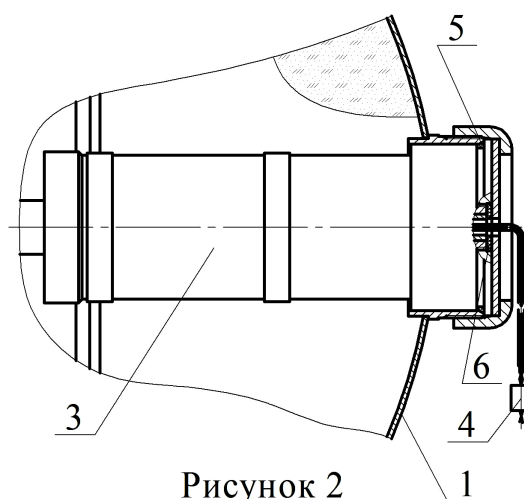

Рисунок 2
4.1.2 Модули исполнения МПП(Н-Т1)-10(ст) (см. рисунок 2) отличаются размещением ИХГ **3** с элементом электропусковым **4** вдоль центральной оси корпуса **1**. Остальное выполнено по рисунку 1.
- ИХГ-10(М)-06 СИАВ 066614.025.000 ТУ (поз. 3 рисунок 2) – 1 шт.;
- резиновое кольцо 058-062-25 ГОСТ 9833-73 (поз. 5 рисунок 2) – 1 шт.;
- резиновая прокладка черт. СИАВ 634233.006.023 (поз. 6 рисунок 2) – 1 шт.;